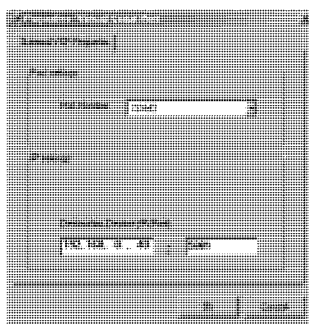

Рис. 10. Окно свойств менеджера виртуального последовательного порта
2. Нажать кнопку **Add VSP**, чтобы добавить последовательный порт и ввести в настройки IP-адрес и номера порта вашего прибора **FC-10ETH** (см. рис. 10).